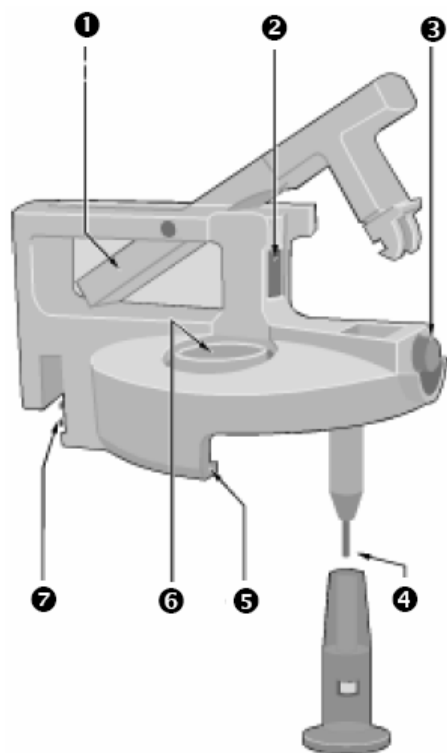

Рис. 3. Запорная система
- Вращением винта (Рис.3, поз.2) можно изменить силу прижатия запорной системы.
Максимальный уровень достигается, если уровень жидкости касается датчика (Рис.3, поз.4) в системе блокировки. При очень интенсивном пенообразовании Вы должны устанавливать над датчиком прилагаемое устройство для защиты от пены, чтобы прибор преждевременно не отключался. Как только датчик больше не будет иметь контакта с жидкостью (например, при перестановке сдвоенной соединительной трубки) прибор снова включается.